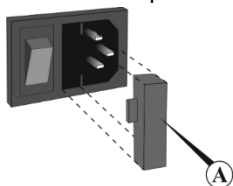

Figure 5. Fuse replacement
9.3 **Substituição do fusível.** Para substituir o fusível, desconecte-se do circuito elétrico. Remova o plugue de alimentação da parte traseira da unidade. Puxe o suporte do fusível aplicando alavancagem no recesso (fig. 5/A). Retire o fusível do suporte. Verifique e substitua pelo fusível correto, se necessário, **M 2 A para 220 V** ou **M 3,15 A para 120 V**, (tipo M - intervalo de tempo: Médio).